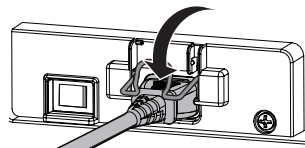

Fig.3
- 3) Abbassare il supporto cavo di alimentazione. (Fig. 3)